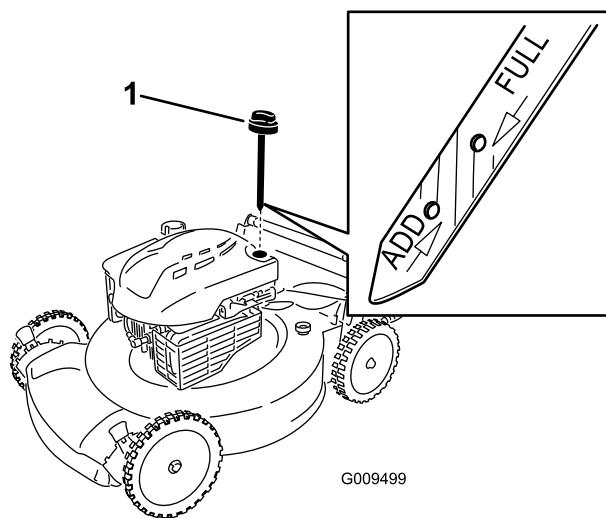

Figure 12
2. Retirez la jauge (Figure 12).
5. Sortez de nouveau la jauge et vérifiez le niveau d'huile ; voir Figure 12.